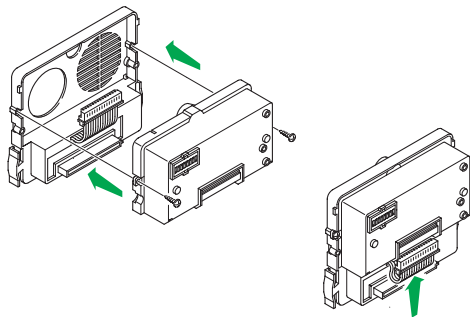
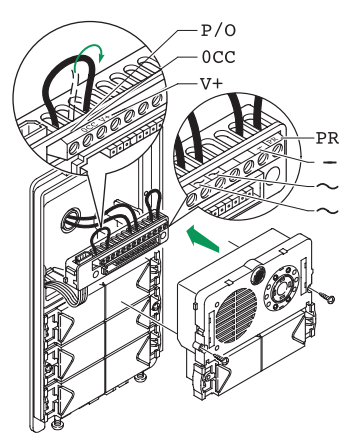

Fig. 7
Fig. 10
2. Sur le bornier du groupe 4660 ou 1602 connecter l'alimentation sur ~~, PR sur - et déplacer P/O de OCC à V+ (figure 10) en utilisant les petits ponts qui sont sur le bornier même. Connecter le bornier au groupe 4660 ou 1602 assemblé comme illustré précédemment (fig. 7 et 8). Attention: les modules 3323/4 et 3323/6 à programmer doivent être déjà positionnés (figure 10).